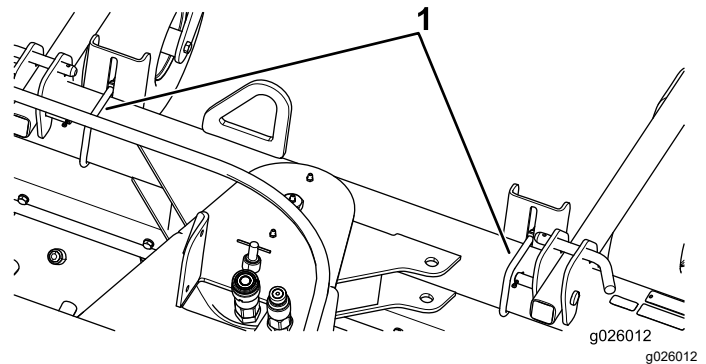

Figura 6
- Per aumentare la distanza, allentate i 2 bulloni a U (3/8 poll.) che trattengono il supporto della barriera (Figura 6).
- Per ridurre la distanza, serrate i 2 bulloni a U (3/8 poll.) che trattengono il supporto della barriera (Figura 6).